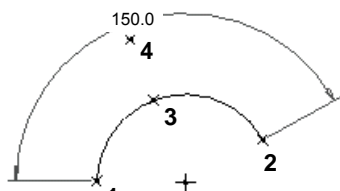

图 4.9.10 标注圆弧角度
Step2. 分别选择弧的端点 1、端点 2 及弧上一点 3; 中键单击位置 4 以放置尺寸, 如图 4.9.10 所示。